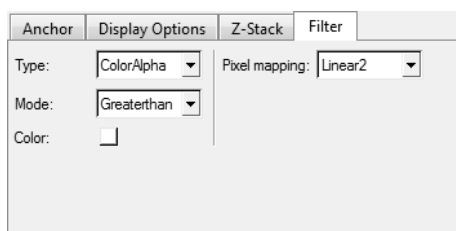

图 13-71 设置 Filter
(9) 激活如图 13-71 所示的 Filter 标签，使用该标签中的功能将图片中的白色底色去除从而将其改为透明背景。